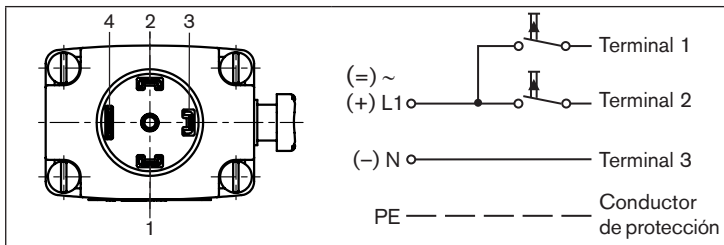

Imagen 4: Conexión eléctrica, variante de impulsos (CF 02)
- Conéctelos como en «Imagen 4». Un impulso en el terminal 1 cierra la válvula, un impulso en el terminal 2 abre la válvula.